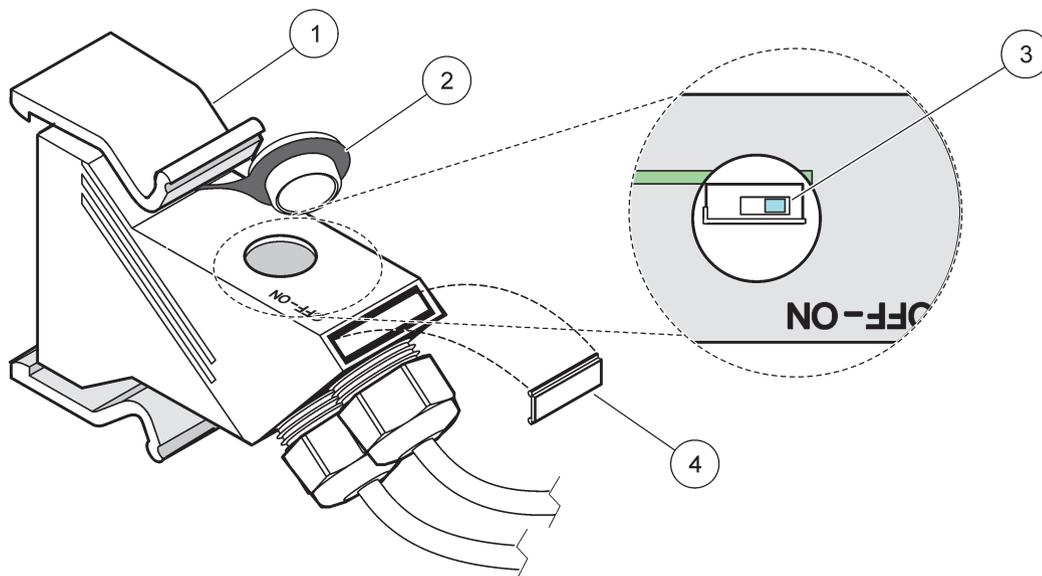

Figura 32 Configurando um resistor de terminal (comutador DIP no conector)
14. Configure um resistor de terminação no último conector da rede para a posição ON (consulte Figura 32 e Tabela 11).